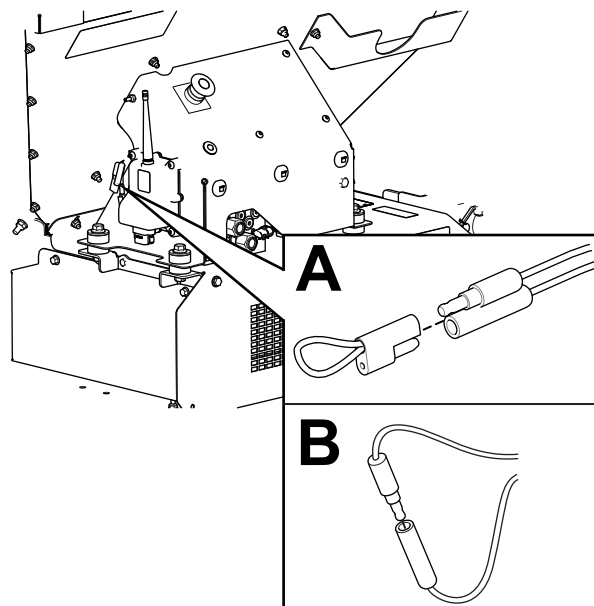

Figura 64
2. Trageți capacul atașat de pe cei 2 conectori de untare de diagnoză (Figura 64, A).
3. Conectați conectorii de untare de diagnoză împreună (Figura 64, B).
2. Deconectai conectorii de alimentare de diagnostic (Figura 64, B).
3. Împingeți capacul atașat pe cei 2 conectori de alimentare de diagnostic (Figura 64, A).